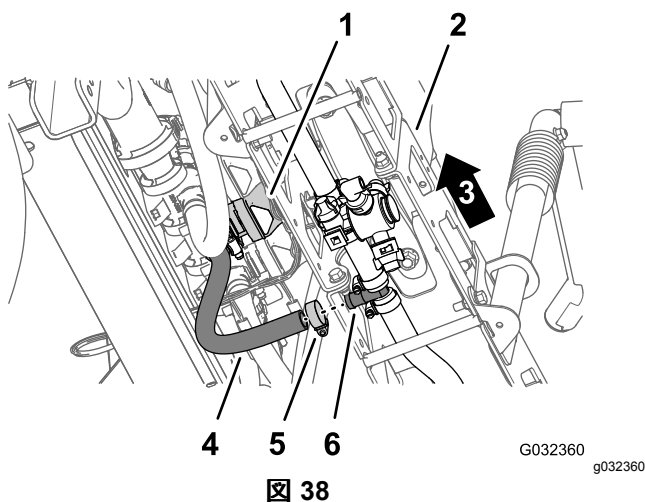

図 38
5. センターブームの下で、センターブームに給液しているホースをバーブ付き T 字フィッティングに固定しているクランプを外す 図 38。